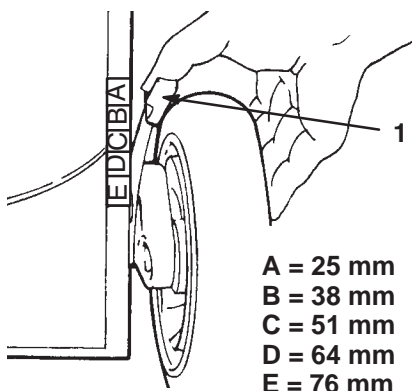

Figure 13
4. Rapprochez le levier de hauteur de coupe de la roue et placez-le en face de la lettre correspondante sur le carter de la tondeuse (Fig. 13).